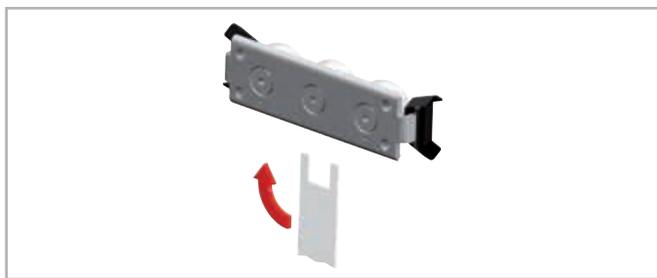

Fig. 54
- (1) Limpe as pistas de qualquer sujidade e detritos.
- (2) Se necessário, remova os limpadores existentes e insira os cursores nas guias. Desaperte ligeiramente o parafuso de fixação do pino de rolamento do centro.
- (3) Posicione o(s) cursor(es) nas extremidades da guia.
- (4) Para as guias em U deve existir um suporte fino (ex. chave de configuração) sob as extremidades do corpo do cursor para assegurar o alinhamento horizontal do cursor nas pistas planas.
- (5) A chave chata especial incluída é inserida a partir do lado, entre a guia e o cursor e inserida no veio hexagonal ou quadrado do pino excêntrico a ser ajustado (ver fig. 54).
- (6) Ao rodar a chave chata em sentido horário, o rolamento excêntrico é pressionado contra a pista superior, removendo, assim, a folga e definindo a pré-carga correta. Durante este processo, a ausência de folga é pretendida, evite definir uma pré-carga que seja tão elevada que gere um atrito elevado e reduza a vida de serviço.
- (7) Segure o rolamento com a chave de ajuste na posição pretendida e aperte cuidadosamente o parafuso de fixação. O torque de aperto exato será verificado posteriormente.
- (8) Desloque o cursor na guia e verifique a pré-carga ao longo de todo o comprimento da guia. Este deve mover-se facilmente e o cursor não deve ter qualquer folga em qualquer localização da guia.
- (9) Aperte o parafuso de fixação com o torque especificado (ver tab. 47), enquanto segura a chave plana e mantendo a posição de ângulo do rolamento para que não se altere a pré-carga enquanto se aperta o parafuso. Recomenda-se a utilização de composto de bloqueio de rosca.
- (10) Agora volte a fixar os limpadores existentes se desejar.